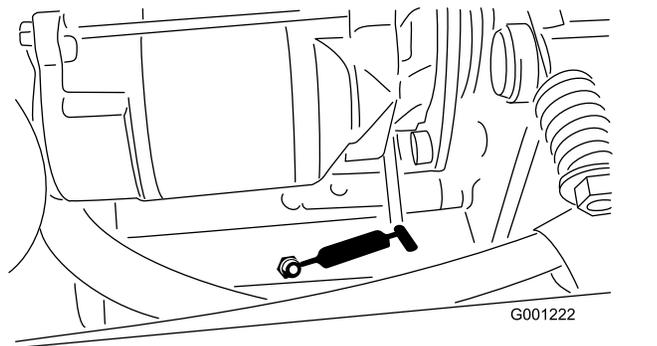

図 37
- PTO のテンションピボット 図 37
- PTO の後ベアリング (図 37)